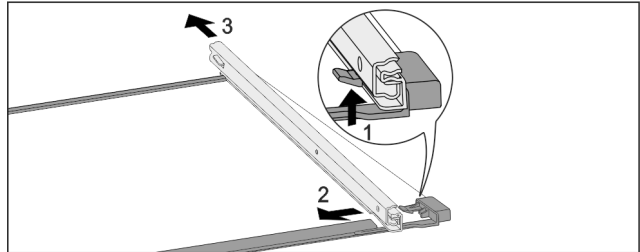

Fig. 138 Glasplatte mit Schienen
- ▶ Vorderen Rasthaken nach oben drücken. Fig. 138 (1)
- ▶ Auszugsschiene zur Seite Fig. 138 (2) und nach hinten Fig. 138 (3) wegschieben.